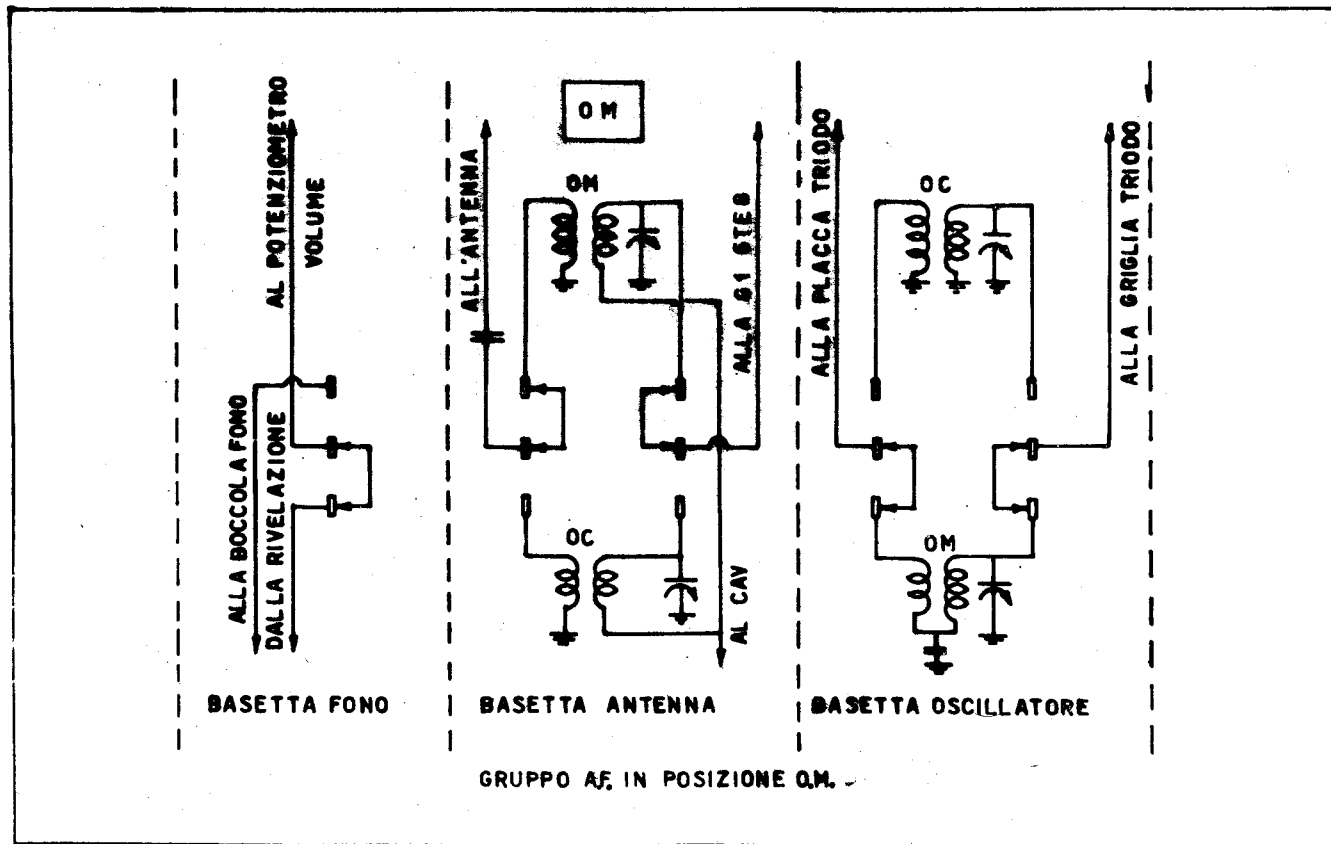
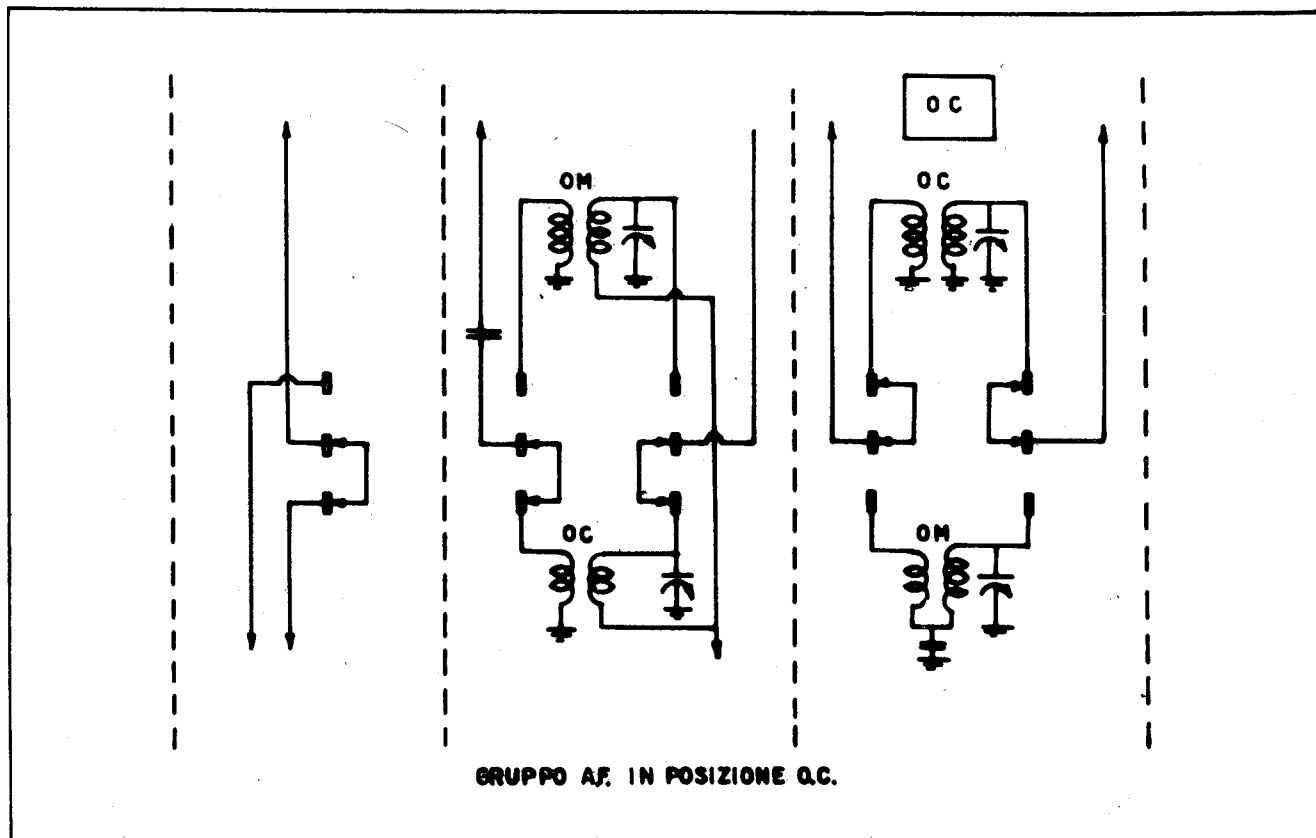
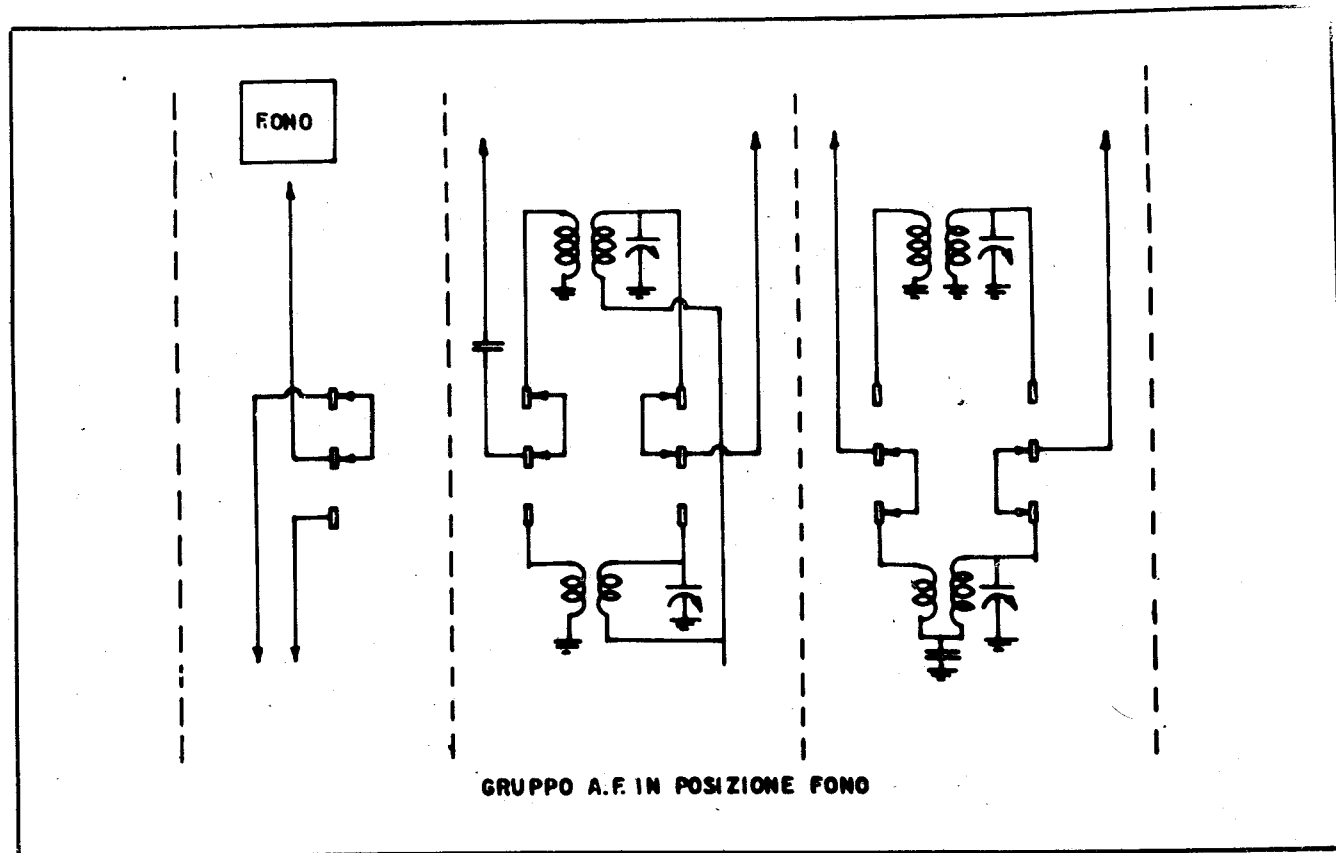

Fig. 5
Fig. 6
Fig. 7
- Fig. 7 -
ne orizzontale, mentre gli altri ritornano solamente quando si preme un altro tasto. Lo schema del gruppo è rappresentato in fig.5, dove è predisposto per la ricezione delle onde medie, in fig.6 è predisposto per la ricezione delle onde corte ed in fig.7 per la riproduzione fonografica.